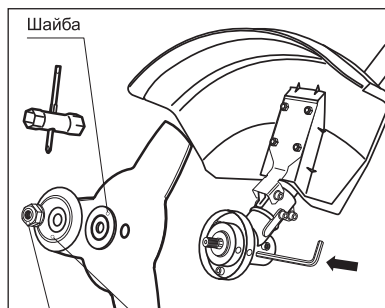

рис. 11
3. Установите режущий нож на фланцевую шайбу. Убедитесь, что режущий нож правильно отцентрирован и лежит в проточке шайбы. Установите прижимную шайбу. Установите на вал чашку крепления (рис. 11).
5. Удерживая стопорный стержень одной рукой, надежно затяните гайку трубчатым ключом (входит в комплект поставки), поворачивая ее против часовой стрелки (рис. 11).